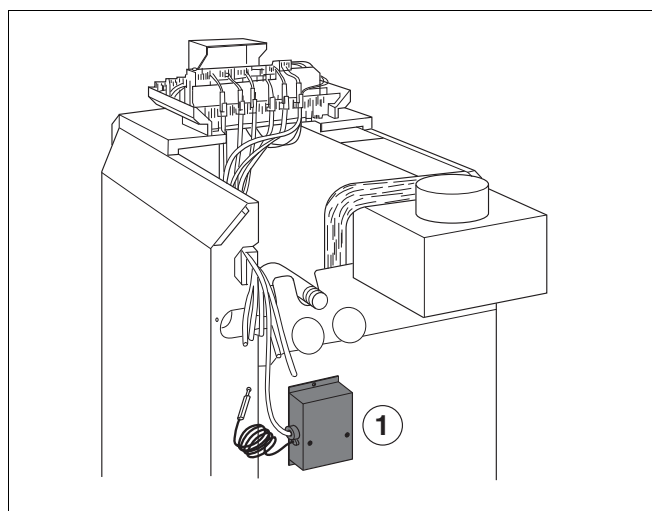

Рис. 2 Расположение блока управления G124 X - и Gaz 5000F - 28 / 32
- ▶ Закрепите блок управления системы контроля дымовых газов двумя самонарезающими винтами (рис. 2 - 5).